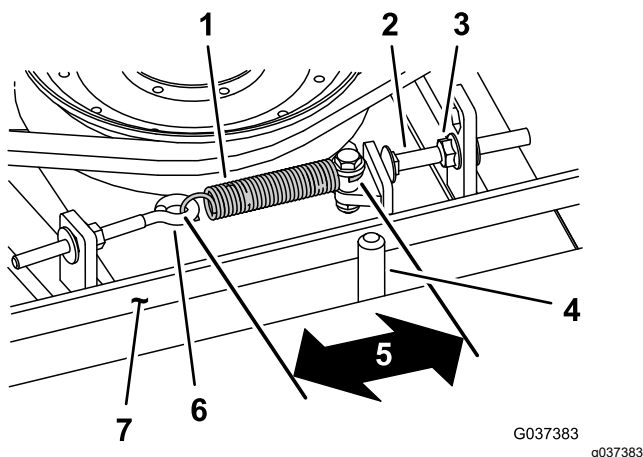

Figure 113
Lorsque le ressort d'extension est correctement tendu, l'intérieur doit mesurer (d'un crochet à l'autre) entre 8,3 et 9,5 cm. Lorsque le ressort est correctement tendu, ajustez le boulon d'arrêt (boulon de carrosserie) jusqu'à obtention d'un jeu d'environ 2 à 5 mm entre la tête du boulon et le bras de tension (Figure 113).
Remarque: La courroie doit être placée du côté ressort du guide (Figure 113).
2. Desserrez le boulon à œil pour pouvoir enlever le ressort d'extension (Figure 113).
3. Desserrez l'écrou à embase qui fixe le boulon d'arrêt à la patte de montage, et écarterez la poulie de tension de la courroie pour détendre cette dernière (Figure 113).
9. Raccrochez le ressort d'extension (Figure 113) au boulon à œil et tendez la courroie comme suit :